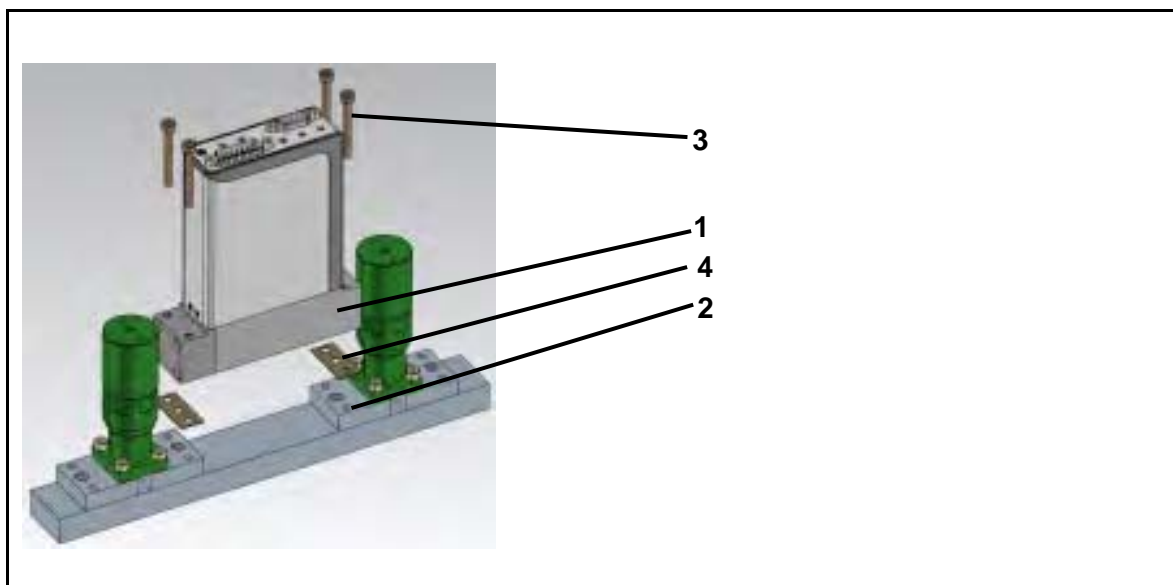

図 2-2 K1 集積ブロックへの GF80 シリーズの取り付け
1. 図 2-2 を参照してください。ダウンポート継手(1)が使用される場合、GF80 シリーズは K1 シリーズ集積ブロック(2)に 4 本のねじ(3)で取り付けられます。そのねじ止めの前に GF80 シリーズと集積ブロックの間にメタル C シール(4)(装置組立者から供給)を挿入します。これらのメタルシールは MFC の設置を実施する度に交換してください。
3. 図 2-2 を参照してください。2 枚のシール(4)を K1 ブロックのガス流路の上に挿載せませす。GF80 シリーズの取り付け穴を K1 集積ブロックの上に注意深くあわせませす。取り付けねじを GF80 の取り付け穴を通し、手締めしてください。